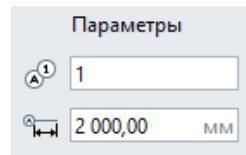
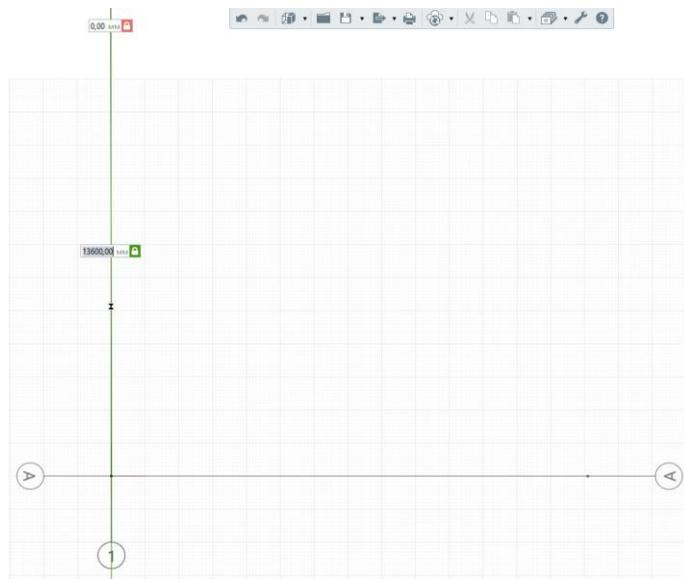

Рис. 10 Параметры оси
Рис. 11 Построение оси 1
6. Построим вторую ось из точки **(0,0)** перпендикулярно первой. В **Параметрах** изменить обозначение оси, поставить 1 (рис. 10). Длина оси – **13600 мм**. (рис. 11)